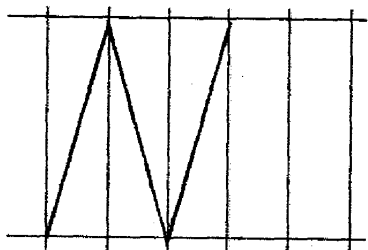

Рис.11 . Последовательность построения прямых линий
6. Третья фигура из рисунка 10 представляет собой ломаную, созданную как последовательность соединенных между собой прямых линий. Чтобы вершины (или "зубья") нашей фигуры были равными, сделаем сетку из направляющих линий. В любом свободном месте листа установите две горизонтальные направляющие с расстоянием между ними 5 см. Затем с той в 1 см установите несколько вертикальных направляющих. Выберите инструмент "Многоугольник" и соедините прямыми линиями точки пересечения направляющих (Рис.11). Для вычерчивания прямой линии надо сделать щелчок кнопкой мыши и передвинуть курсор в следующую точку и еще раз щелкнуть и т.д. В конечной точке дважды щелкните мышкой.